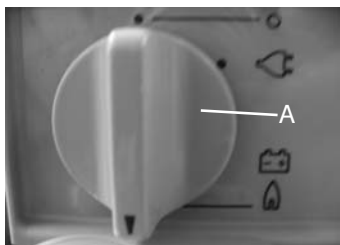

Figura 5
11. Accensione del bruciatore (figura 5, 6, 7)